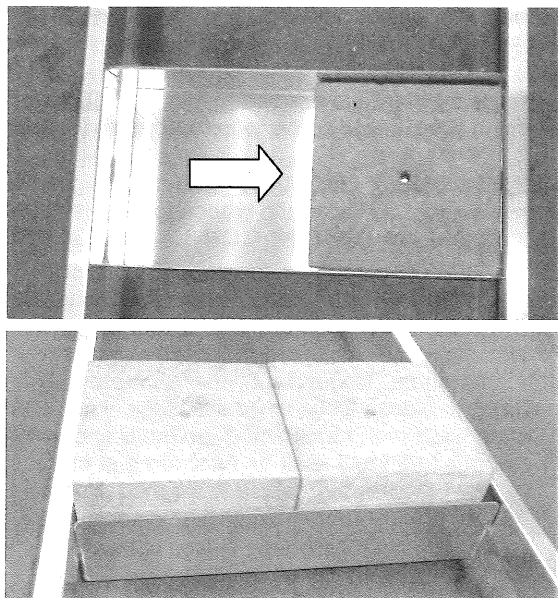

Figura 03
- **Nel modello con stabilizzatori sfilabili bloccare mediante le apposite viti gli stabilizzatori nella posizione EN 131 (vedere figura 04) come specificato sull'apposito adesivo (vedere figura 03).**